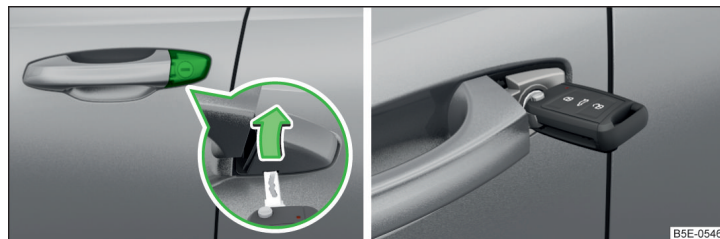

Fig. 213 Mânerul portierei șoferului: butuc de contact acoperit / butucul de contact cu cheia
- Introduceți cheia autovehiculului în degajarea de pe partea inferioară a capacului » fig. 213.